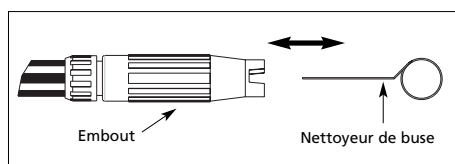

Figure 5
- Utiliser le nettoyeur de buse inclus ou un trombone déplié et insérer le fil dans le trou de l'embout pour ensuite utiliser un mouvement de va et vient jusqu'à ce que les débris soient débloqués (se reporter à la figure 5).